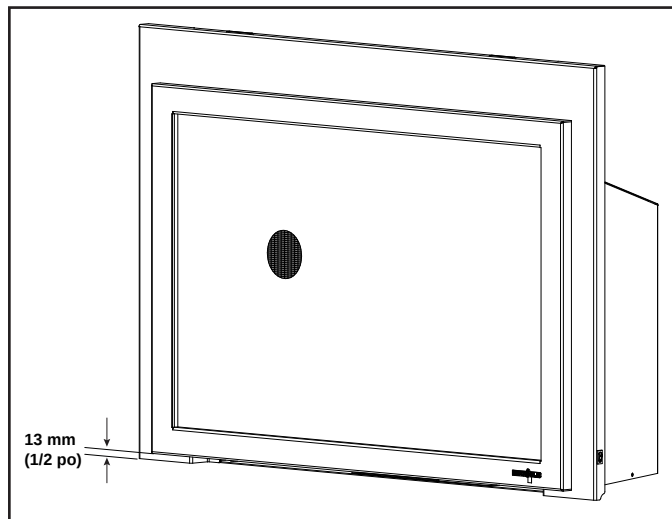

Figure 3.16 Minimum requis de 12,7 mm (1/2 po). Espace en bas de la façade
- Un espace de 12,7 mm (1/2 po) doit être maintenu sous la partie inférieure de la face avant. Voir la figure 3.16.